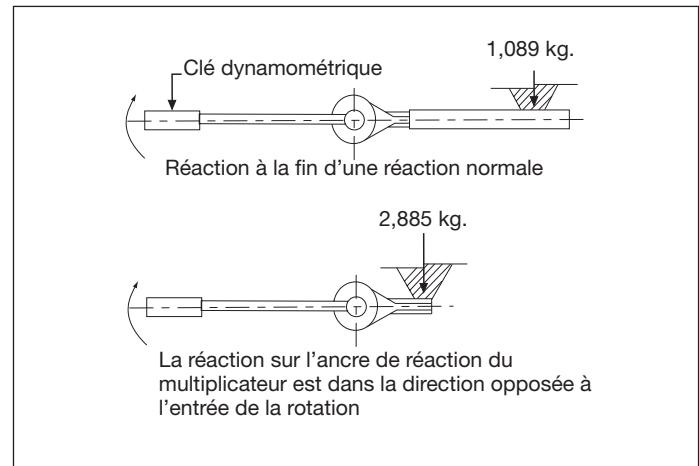

**Fig. 3, Détail d'extrême d'entrée (réglée pour une rotation CW sur l'illustration)**
Le levier sélecteur (Fig. 3, article 3) doit être fixé sur la position neutre et la vis de fixation en position neutre (Fig. 3, article 3) doit être serrée afin de verrouiller le levier sélecteur pour que le mécanisme d' entraînement fonctionne. Il contrôle le sens de rotation du multiplicateur de couple pour l' entrée appliquée manuellement. (Non disponible sur les modèles E290+, E291 et E391). Ne pas utiliser de clé à chocs pour le mécanisme d' entraînement, car des dommages pourraient survenir au moteur du multiplicateur.
- Fixer le sens désiré de la rotation en poussant le levier sélecteur (Fig. 3, article 3) dans la direction indiquée par les lettres et les flèches directionnelles étampées sur le boîtier à l' entrée (Fig. 3, article 1). EXEMPLE : Pour la rotation dans le sens contraire aux aiguilles d'une montre, pousser le levier jusqu' au bout dans le sens indiqué par la flèche « CCW ». Pour une rotation dans le sens des aiguilles d'une montre, pousser le levier dans la direction « CW » opposée. (Non disponible sur les modèles E290+, E291 et E391).
**Modèles sans recul :** à l' aide d' une clé dynamométrique, serrer suffisamment pour libérer le dispositif anti-recul ; maintenir l' entrée de couple et pousser le levier sélecteur (Fig. 3, article 3) dans la position opposée (EXEMPLE : Régler le levier sur la position « CW » nécessite de régler la position « CCW »). Tranquillement relâcher le couple d' entrée. (Non disponible sur les modèles E290+, E291 et E391).
Utilise un moteur d' entraînement sans choc approuvé pour les modèles: (E391, E392, E393, E492, E493, E494 ou E495 seulement). **Verrouiller le levier sélecteur sur la position neutre** en centrant entre la position « CW » et « CCW » et serrer les vis de fixation (fig. 3, article 2).